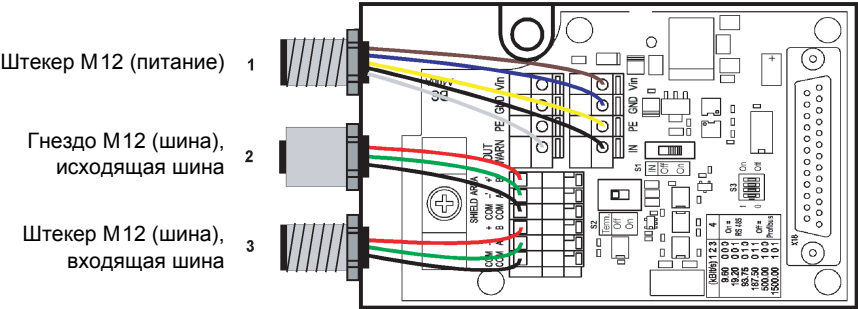

Рис. 5.2: Монтаж и подключение опциональных штекерных разъемов M12
- 5. Подключить кабели согласно рис. 5.2 и Таблица 5.3.